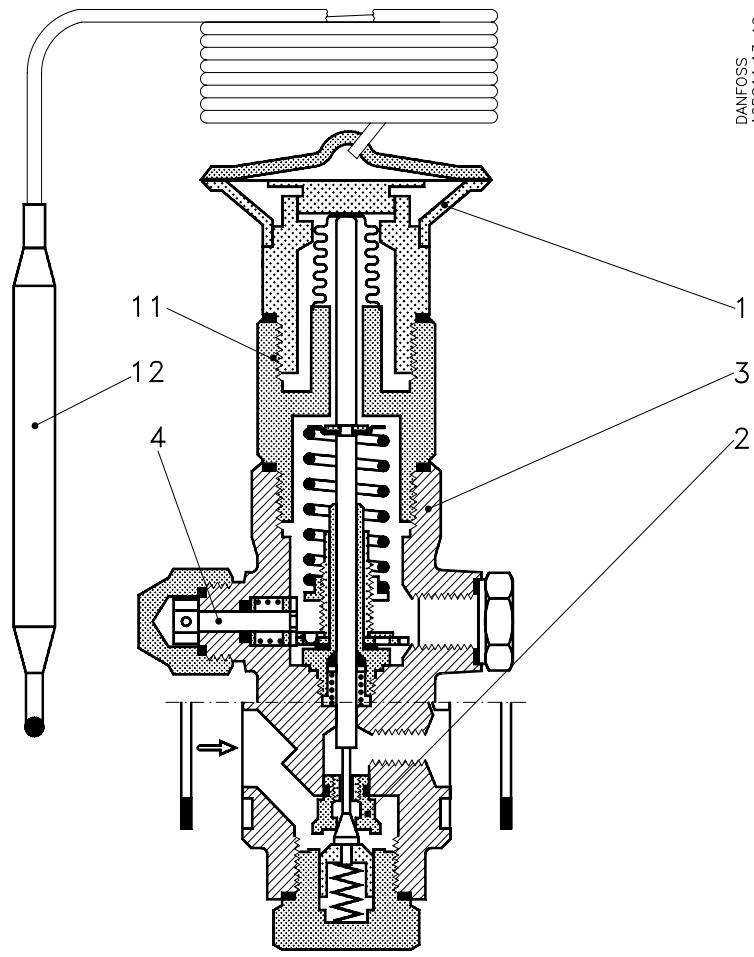

Fig. 1
TEAT monteres med gennemstrømning i pilens retning (fig. 1).
Drejning af reguleringsspindelen (fig. 1, pos. 4) venstre om (mod uret) giver større afkøling af tryk-røret- og omvendt. En omdrejning af regule-ringsspindelen (fig. 1, pos. 4) giver en temperatur-ændring på ca. 2°C.
Type TEAT is fitted with flow in the direction of the arrow (fig. 1).
Turning the regulating spindle (fig. 1, pos. 4) anticlockwise gives greater cooling of the discharge line and vice-versa. One turn of the regulating spindle (fig. 1, pos. 4) gives a temperature change of approx. 2°C.
TEAT ist mit dem Durchfluß in Pfeilrichtung zu montieren (Abb. 1).
Dreht man die Regelsspindel nach links (im entgegengesetzten Uhrzeigersinn) ergibt sich eine grössere Abkühlung des Druckrohres - und umgekehrt. Eine volle Umdrehung der Regel-spindel (Abb. 1, Pos. 4) ergibt eine Temperaturänderung um ca. 2°C.